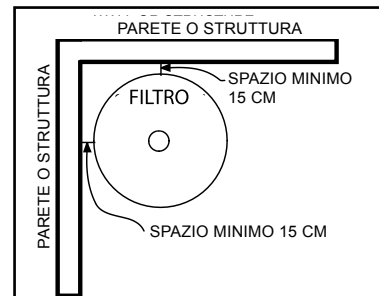

Figura 1.
3. Prevedere spazio sufficiente attorno alla vasca per consentire il controllo visivo della corretta installazione del morsetto; vedere Figura 1.